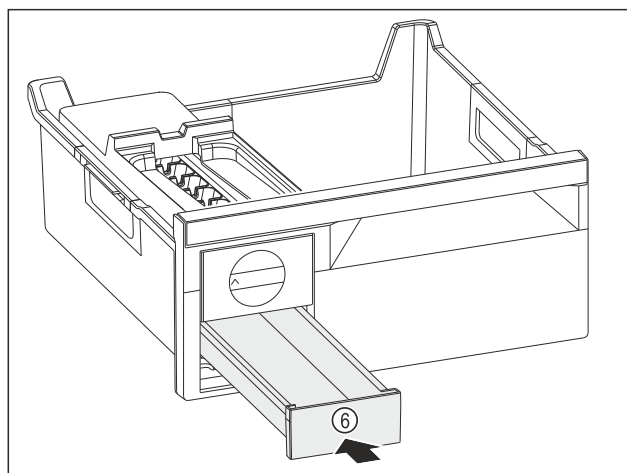

Fig. 177
- ▶ Skub isterningskuffen Fig. 177 (6) ind.